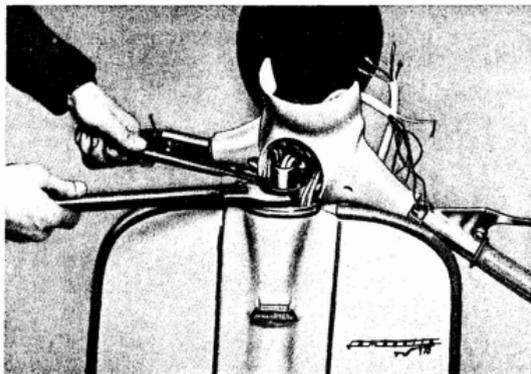

Fig. 34
- 49** Desmontado el manillar (véase operaciones 47-48), destornillar la brida para reglaje de la dirección y el anillo para jaula (herramientas n.º A2L.1026 - A2L.1020) y sacar la horquilla. Véase fig. 34.